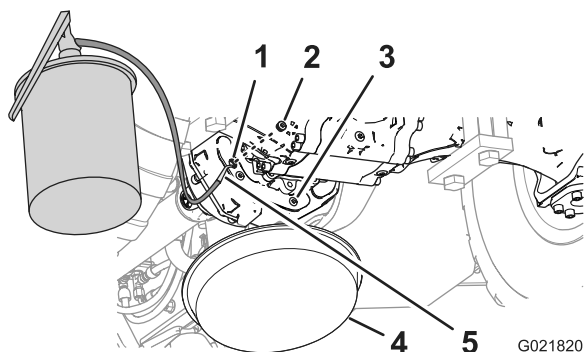

Figure 74
5. Revissez un des bouchons dans l'orifice de vidange de la boîte de transmission (Figure 74).
6. Remplissez la boîte de transmission avec l'huile spécifiée par l'orifice du bouchon-indicateur jusqu'à ce que l'huile soit au niveau du filetage de l'orifice à la partie inférieure de l'orifice (Figure 74).
8. Revissez le bouchon restant dans l'orifice du bouchon-indicateur de la boîte de transmission (Figure 74).